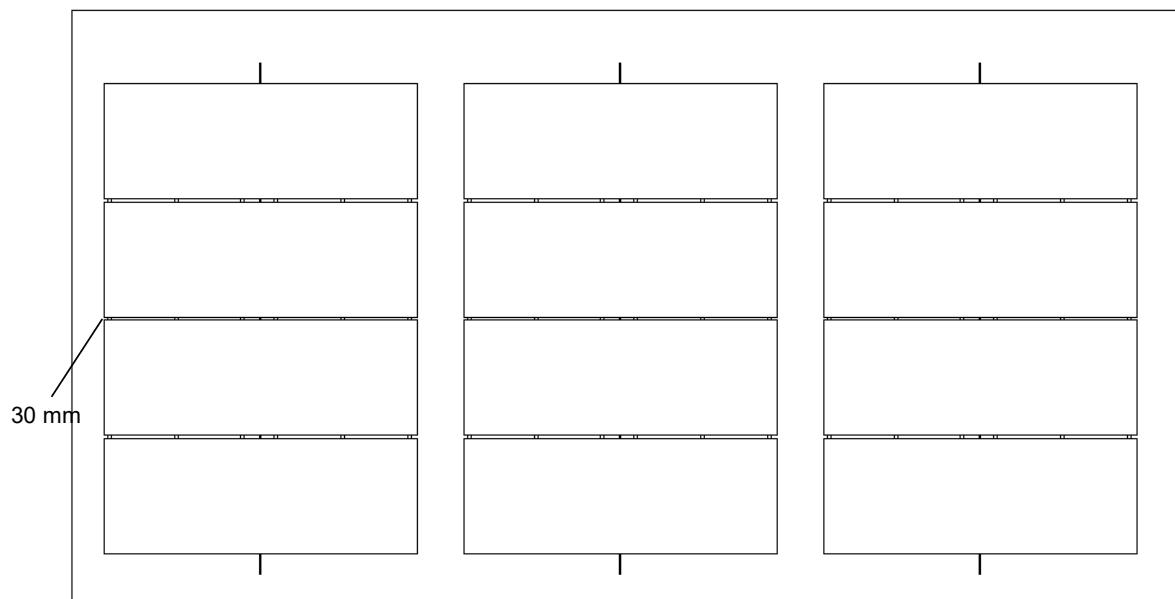

Figura 16
- ⑥ Deve ser deixada uma distância de 30 mm (± 5 mm) entre dois produtos adjacentes e um caminho de acesso para manutenção com largura suficiente deve ser fornecido entre duas fileiras de produtos. (conforme mostra a Figura 16).